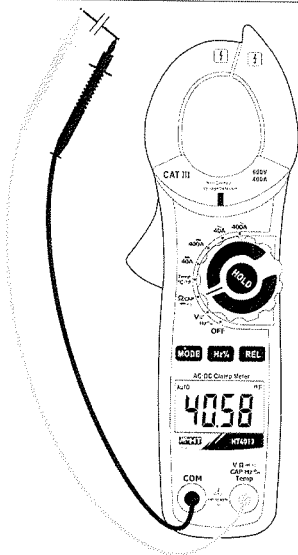

Abb. 6: Verwendung der Zange für Kapazitätsmessung
4. Stellen Sie die Messleitungen in die gewünschten Punkte des zu messenden Kreises (Abb. 6). Der Kapazitätswert erscheint auf dem Display